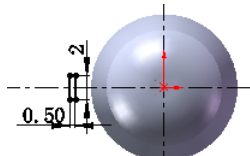

图 3.31.11 草图 6
Step10. 创建图 3.31.11 所示的草图 6。选择下拉菜单 **插入(I)** → **草图绘制** 命令, 绘制图 3.31.11 所示的草图。